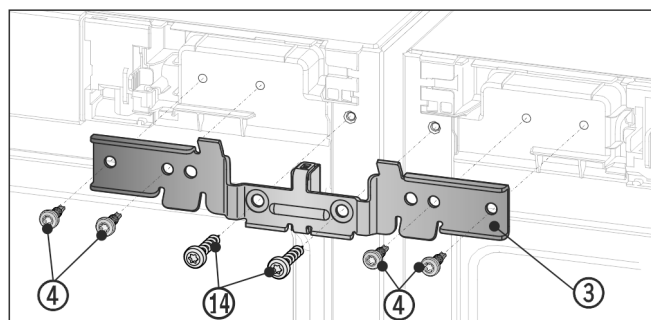

Fig. 12
- ▶ Winkel Fig. 12 (3) mit dem Distanzstück zwischen die Geräte und auf die Zapfen schieben. Den Winkel mit vier Schrauben Fig. 12 (4) und den zuvor herausgeschraubten Erdungsschrauben Fig. 12 (14) abwechselnd rechts und links lose anschrauben.